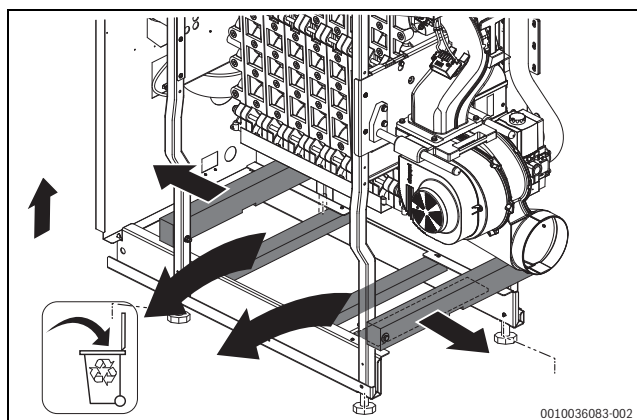

Fig. 15 Remover as madeiras de transporte (imagem a título de exemplo)
- Remover as 4 madeiras de transporte de entre as travessas (→fig. 15).
- Remover as barras transversais dianteiras e traseiras na estrutura da caldeira (→fig. 15).